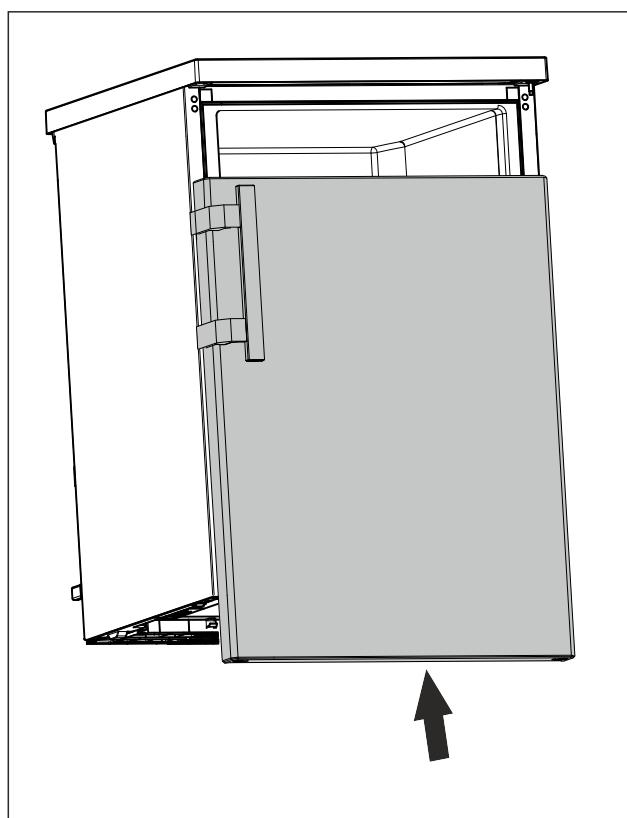

Fig. 19
- ▶ Надвиньте дверь в закрытом состоянии на верхний болт. (см. *Fig. 19*)